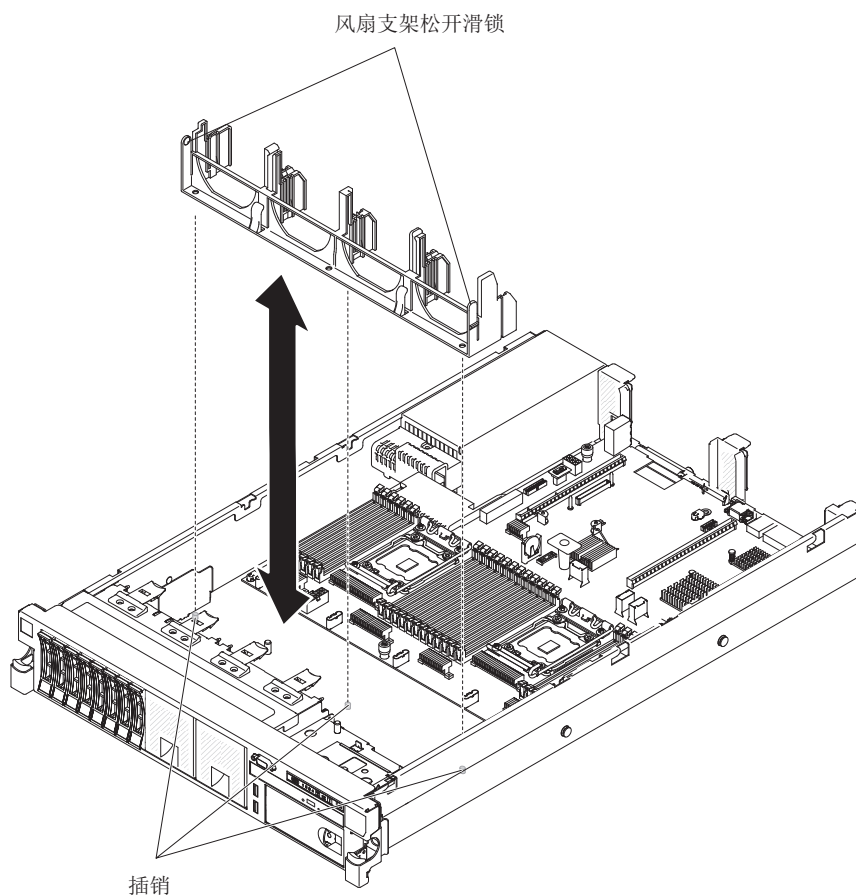

图 181. 卸下风扇支架
2. 向中间按下风扇支架松开滑锁，并将风扇支架从服务器中提出，如 第 224 页的图 181 中所示。